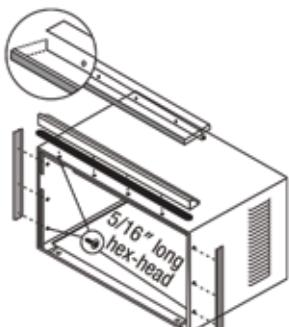

FIG. 8
2. Instale el ángulo superior y los retenedores laterales en el gabinete como se muestra en la Fig. 8. (10 tornillos)